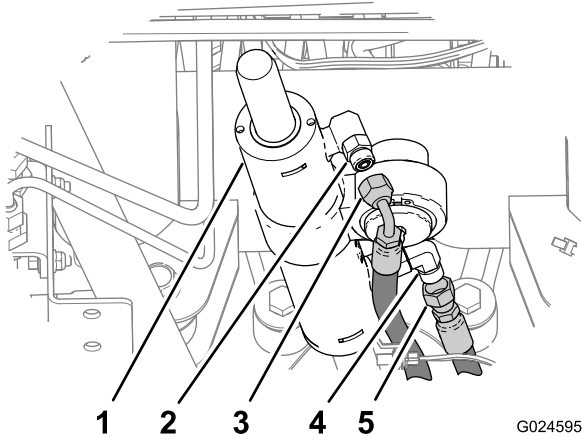

Figure 20
- Débranchez le flexible de rétraction du raccord hydraulique à 90° situé dans l'orifice de rétraction du vérin de direction (Figure 20).
- Débranchez le flexible d'extension du raccord hydraulique droit situé dans l'orifice d'extension du vérin de direction (Figure 20).
- Branchez le flexible de rétraction au raccord hydraulique à 90° dans l'orifice de rétraction du vérin de direction (Figure 20 et Figure 24).
- Rebranchez le flexible d'extension au raccord hydraulique droit situé dans l'orifice d'extension du vérin de direction (Figure 20 et Figure 24).